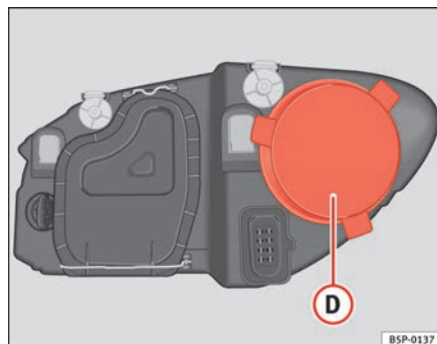

Fig. 191 Luz de población
- Retire la tapa ⇒ fig. 191 ① tirando de la misma.